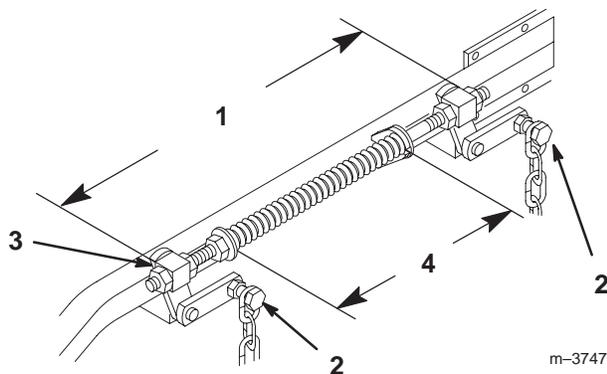

Figure 56
- Desserrez les 4 boulons de chaîne supérieurs dans les fentes. Vérifiez la longueur des ensembles tige/pivot. Il doit exister un écart de 496 mm (19-17/32") entre l'extérieur du pivot arrière et l'extérieur du pivot avant (Fig. 56). Vérifiez que les quatre pivots bougent librement dans les trous.
- Réglez les ressorts de compression en tournant les écrous avant de façon à obtenir un écart de 279 mm (11") entre les deux grandes rondelles (Fig. 56). Tournez les écrous dans le sens horaire pour raccourcir le ressort et dans le sens anti-horaire pour l'allonger.